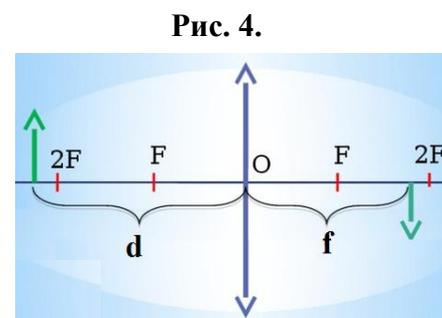

Рис. 4.
3. Линзы – оптический прибор, изготовленный из прозрачного материала, у которого есть хотя бы одна сферическая поверхность (рис. 4). Для всех линз выполняется формула линзы $1/F = 1/d + 1/f$. Изображения в линзах получаются действительными, мнимыми, увеличенными и уменьшенными.